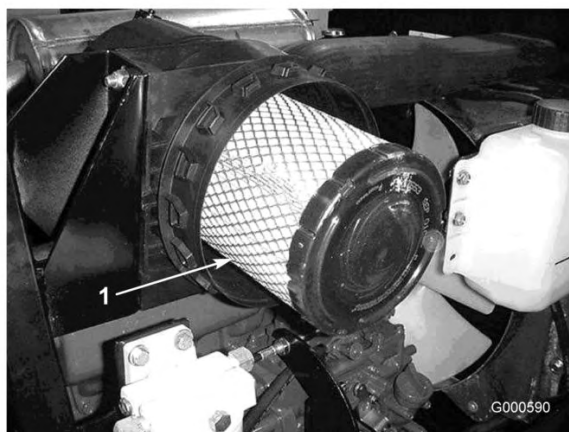

Figura 33
3. Retire e substitua o filtro primário (Figura 33).